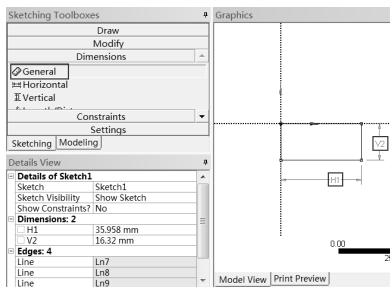

图 3-78 标注
Step7: 选择 Dimensions General 命令, 如图 3-78 所示, 创建两个标注分别为水平方向的 H1 和竖直方向的 V2。